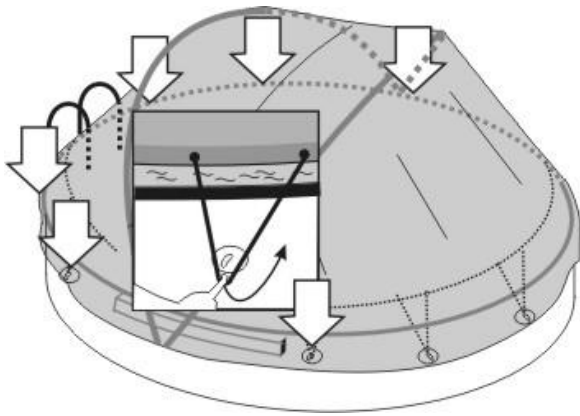

Abb. 10.1
Zusammenklappen (Abb. 10.1 bis 10.3)
- Die Gummiseile (11) auf der ganzen Hälfte der Einstiegsseite und noch im Bereich des „C“ Profil (1) lösen. (Abb. 10.1)